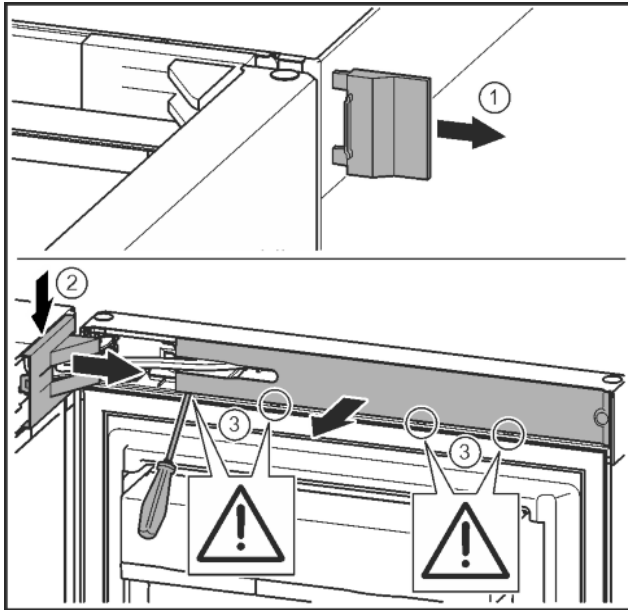

Fig. 7
- ▶ Äußere Abdeckung abnehmen. Fig. 7 (1)
- ▶ Lagerbockabdeckung mit Hilfe eines Schraubendrehers ausrasten und lösen. Lagerbockabdeckung abnehmen. Fig. 7 (2)
- ▶ Blende mit Schlitzschraubendreher ausrasten und zur Seite schwenken. Fig. 7 (3)